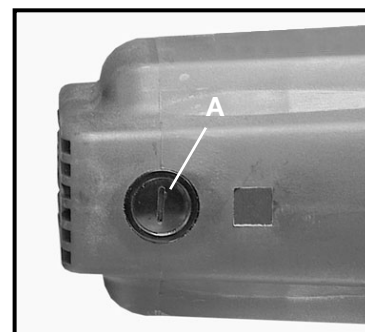
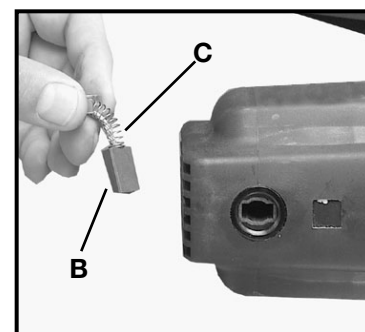

Fig. 49
Fig. 50
Les porte-balais (A) fig. 49 sont situés dans le carter du moteur, l'un en face de l'autre. La figure 50 illustre l'un des balais enlevé pour des fins d'inspection. Remplacez les deux balais lorsque le carbone d'un balai (B) est usé à une longueur de 3/16 po ou lorsqu'un ressort ou un fil (C) est brûlé ou endommagé. Si les balais sont trouvés utilisables à l'inspection, remontez-les à la position où ils se trouvaient avant d'être enlevés.